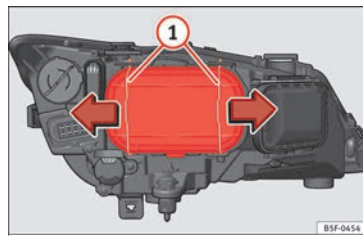

Fig. 102 Luz de cruce.
- Desplace los tirantes » fig. 102 ① en el sentido de la flecha y saque la tapa.